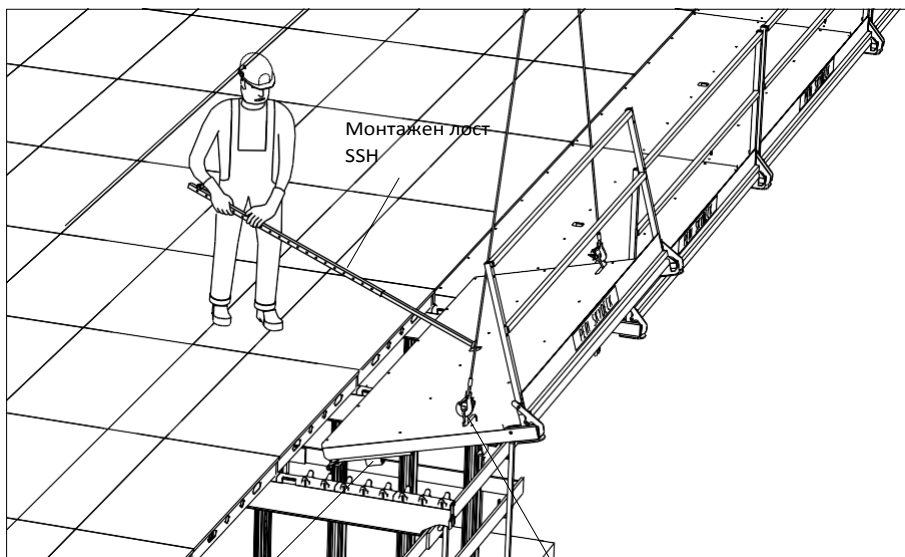

Fig. A9.12
1. С помощта на кофражната вилца SSH достигнете до вдлъбнатината на платформата и я издърпайте от безопасното ѝ положение. (Fig. A9.12)